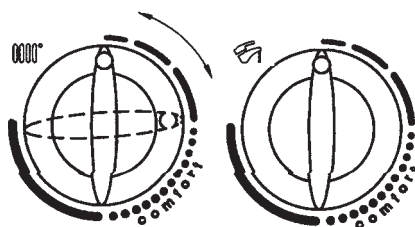

Рис. 22Б
**Внимание:** когда активна функция «INFO» на дисплее (позиция 5 рис.1) появляется буква «АО» и затем, через 5 сек, значение температуры воды в контуре ГВС (рис.22).